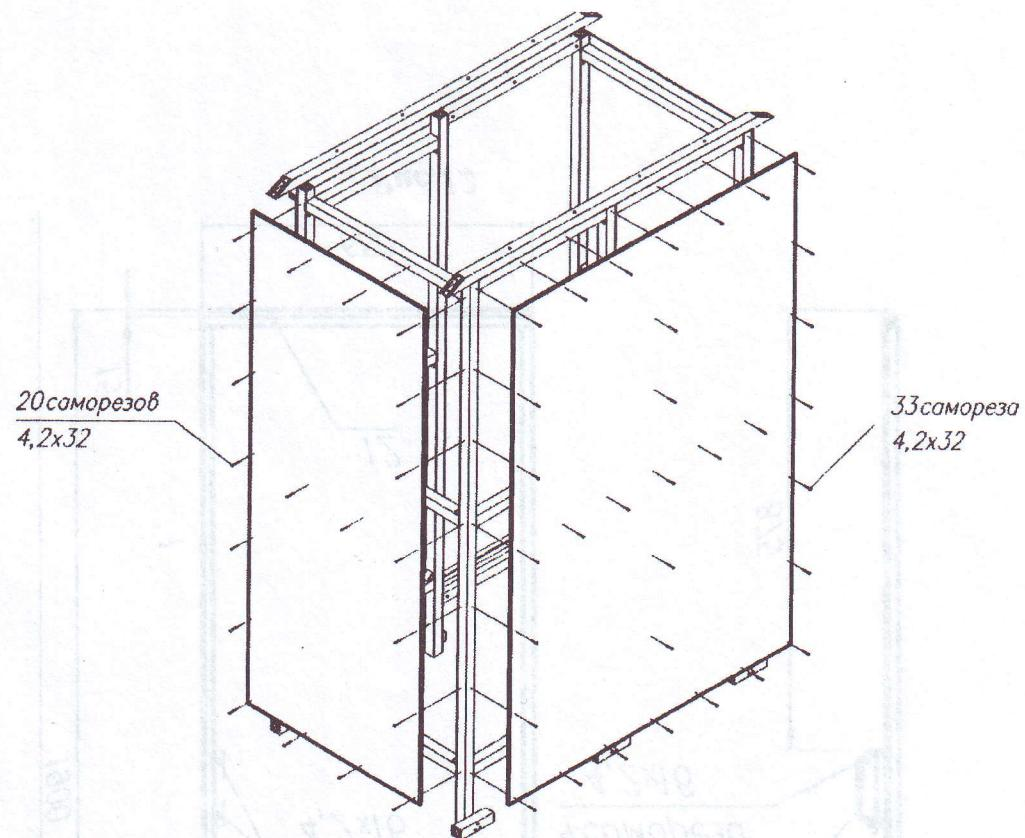
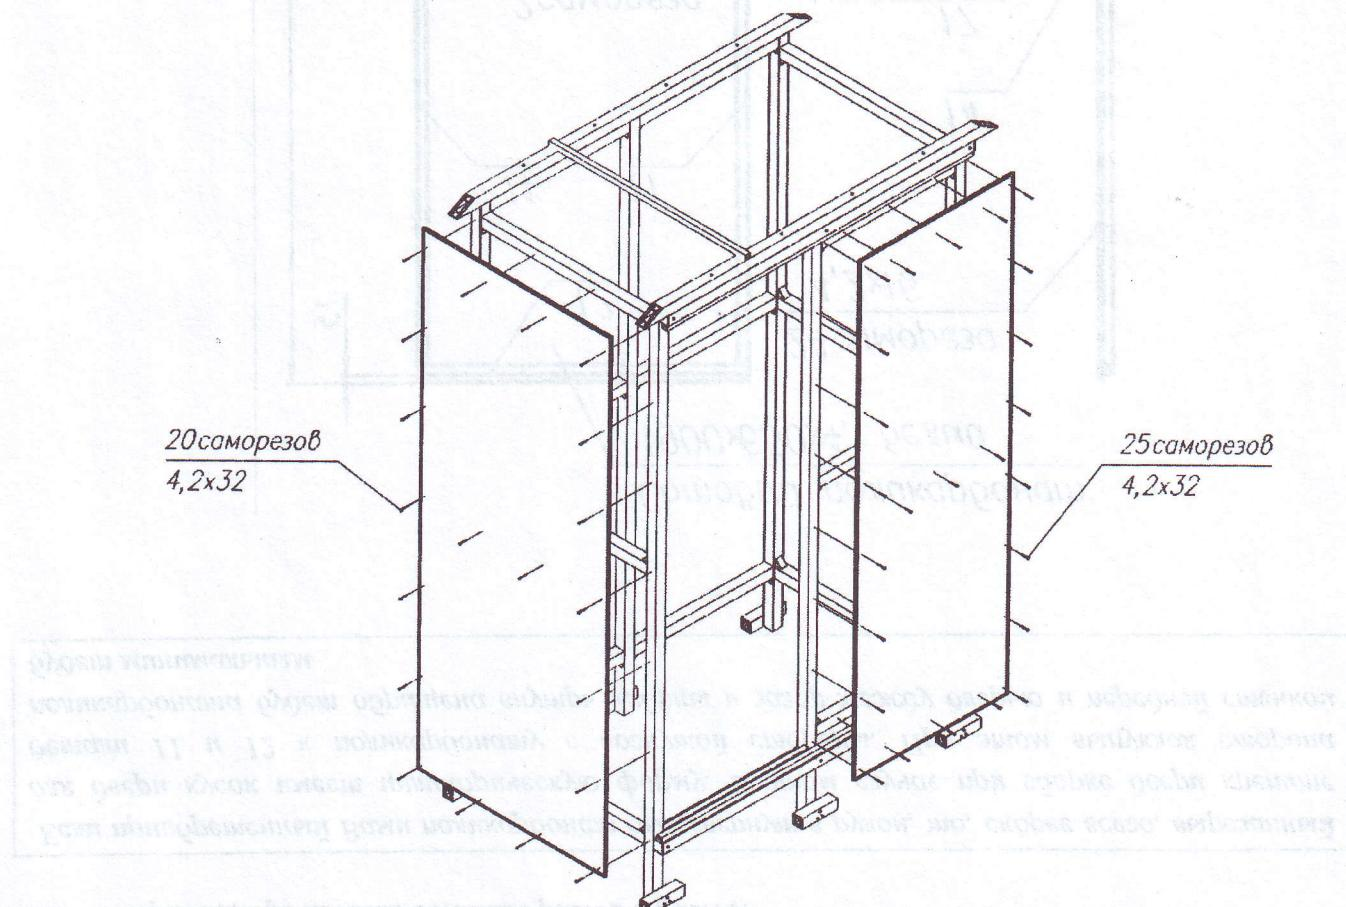

Рис.10
Рис.11
- 3.12. Снимите транспортировочную пленку с обеих сторон вырезанных кусков покрытия и прикрепите поликарбонат к задней, передней и к боковым стенкам кабины в соответствии с рис.10 и рис.11.